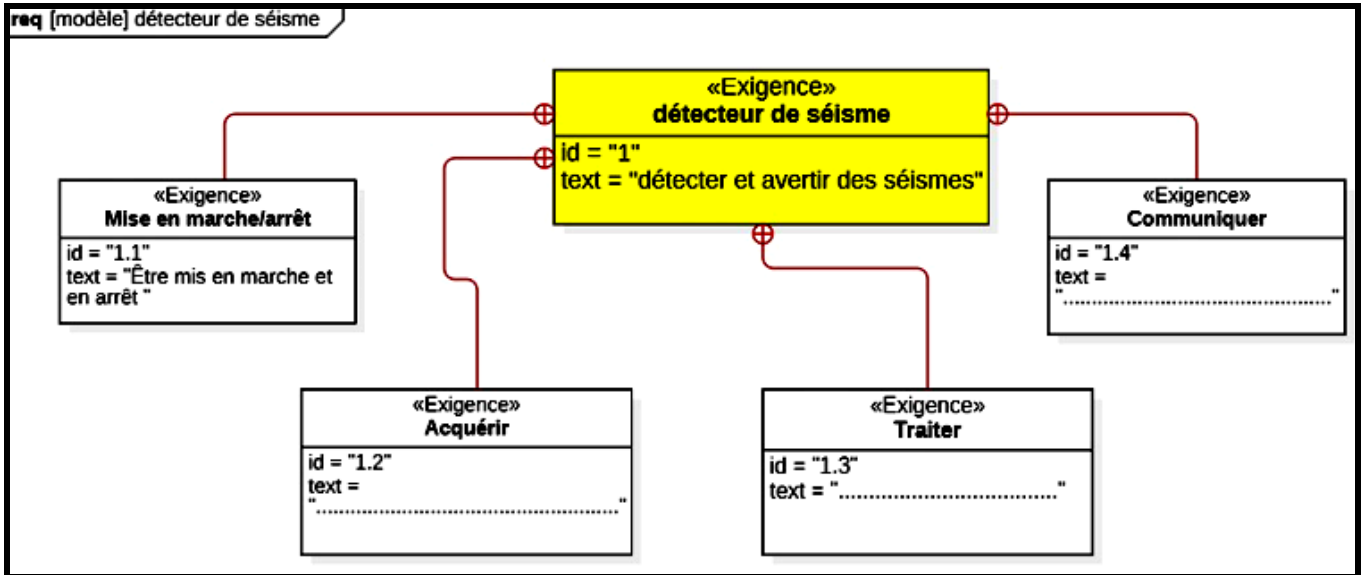

Figure 3 : diagramme des exigences
1. Sur la feuille de réponses, recopier et compléter le diagramme des exigences (figure 3) du détecteur de séisme : (2 points)